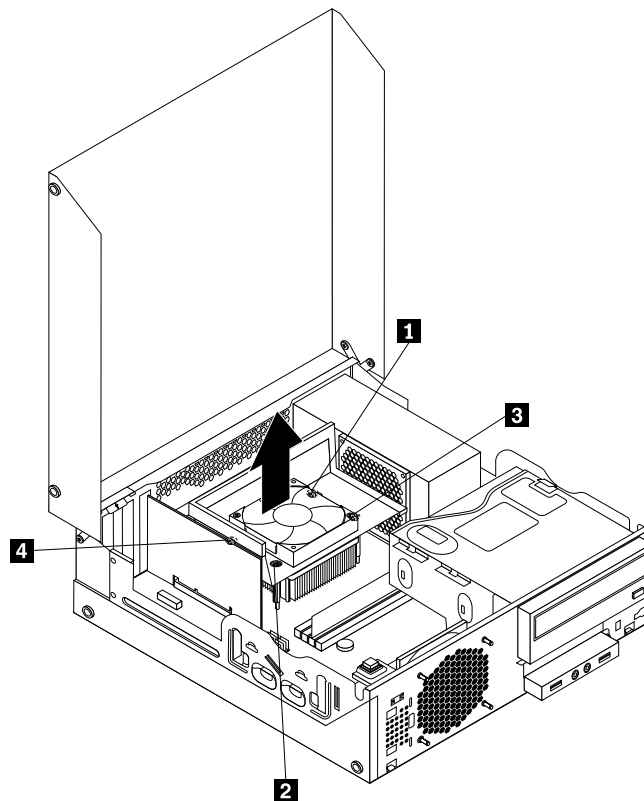

Figure 33. Vis de fixation du dissipateur thermique et du bloc de ventilation
8. Pour installer les quatre vis de fixation du nouveau dissipateur thermique et bloc de ventilation, procédez comme suit Figure 33 « Vis de fixation du dissipateur thermique et du bloc de ventilation » à la page 53: